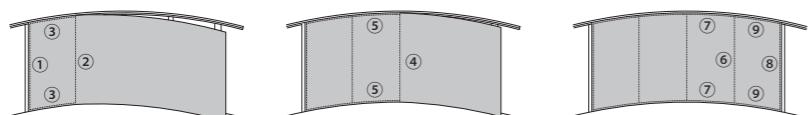

図13 貼り進める順番
- 図13の様に(①～⑨の順に)曲面に沿うように、しっかりと両面テープを加圧しながら、順番に固定していきます。